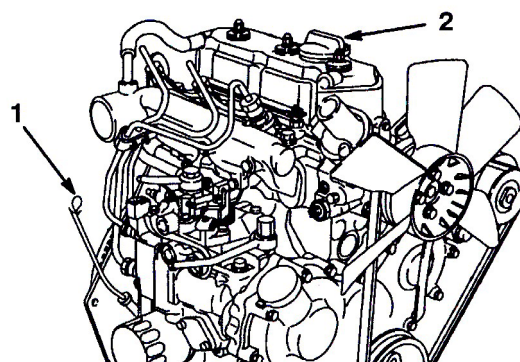

図 24
2. ディップスティックを抜き、ウェスで一度きれいに拭く（図24）。ディップスティックを、首の根元までもう一度しっかりと差し込む。首から引き抜いて油量を点検する。油量が足りなければ、バルブ・カバーについている補給口のキャップを取り、ディップスティックの FULLマークまで ゆっくりと 補給する。補給するときは、ディップスティックで確認しながら少量ずつ入れる。入れすぎないこと。